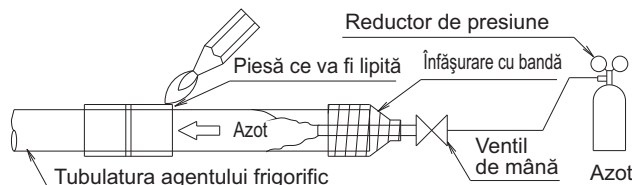

Fig. 9
- Când lipiți tubulatura agentului frigorific, dezlocuiți cu azot mai întâi sau efectuați lipirea (PRECAUȚIA 2) în timp ce introduceți azot în tubulatura agentului frigorific (PRECAUȚIA 1), și în final racordați unitatea interioară utilizând racordurile mandrinate. (Consultați Fig. 9)